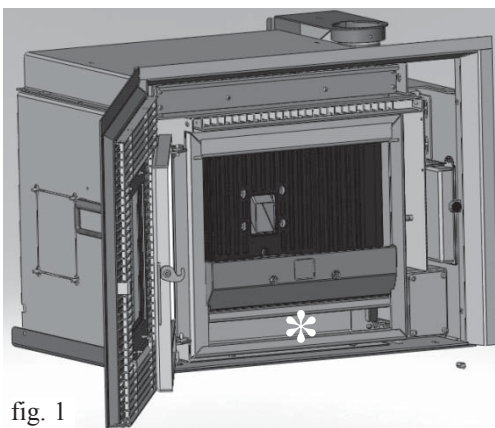

fig. 1
- Nettoyer le foyer et le logement sous le foyer (✱ (fig. 1).